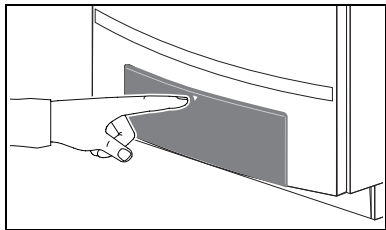

Fig. 23 Aprire il pannello di servizio
- Aprire il pannello di servizio premendolo (fig. 23).